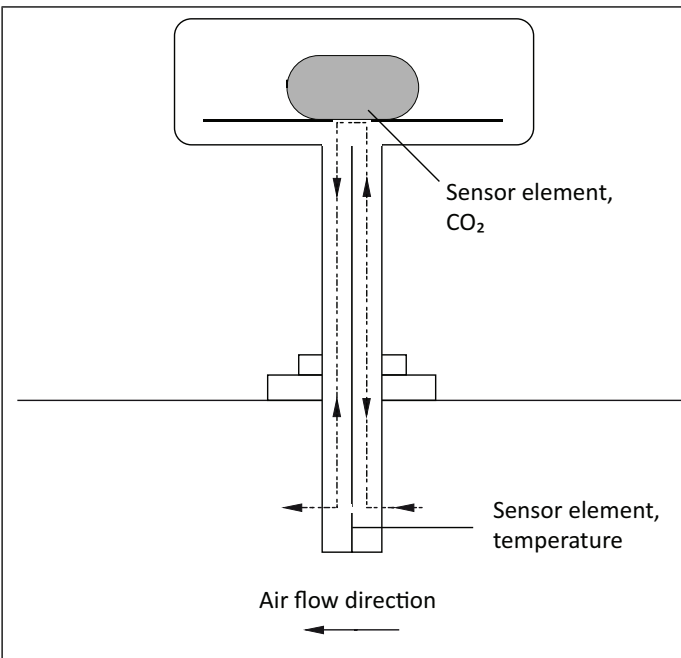

Bild 1 Die Strömungsrichtung des Volumenstroms ist entweder von rechts nach links (siehe Beispiel) oder von links nach rechts.
Die Luft im Lüftungskanal wird zum CO₂-Sensorelement durch die eine Hälfte der Sonde geleitet, bevor sie dann durch die andere Hälfte wieder zurück in den Kanal geleitet wird. Der Temperatursensor befindet sich in der Messsonde (siehe Bild 1).
2. Platzieren Sie den Transmitter im Lüftungskanal in Richtung des Volumenstroms entsprechend den Markierungen auf der Abdeckung. Die Strömungsrichtung des Volumenstroms ist entweder von rechts nach links (siehe *Bild 1*) oder von links nach rechts. Die Öffnung im Kanal sollte einen Durchmesser von 13 mm haben.